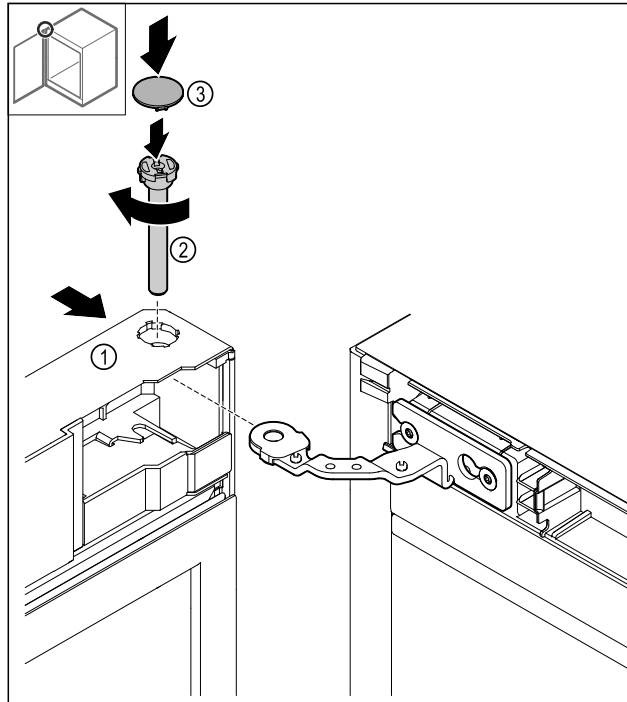

Fig. 44
- Tür Fig. 44 (1) oben auf das Scharnier schieben.
- Bolzen Fig. 44 (2) einstecken und im Uhrzeigersinn festdrehen.
- Abdeckung Fig. 44 (4) aufsetzen.